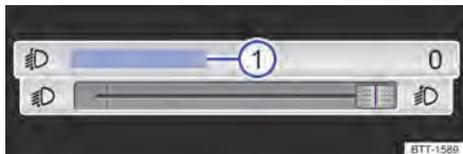

Fig. 88 En el sistema de infotainment: regulador táctil para la regulación del alcance de las luces.
En función del equipamiento, el alcance de las luces se puede ajustar con el botón desplazable del sistema de infotainment → fig. 88.
- Pulse el botón de función **Regulación del alcance de las luces** → fig. 88